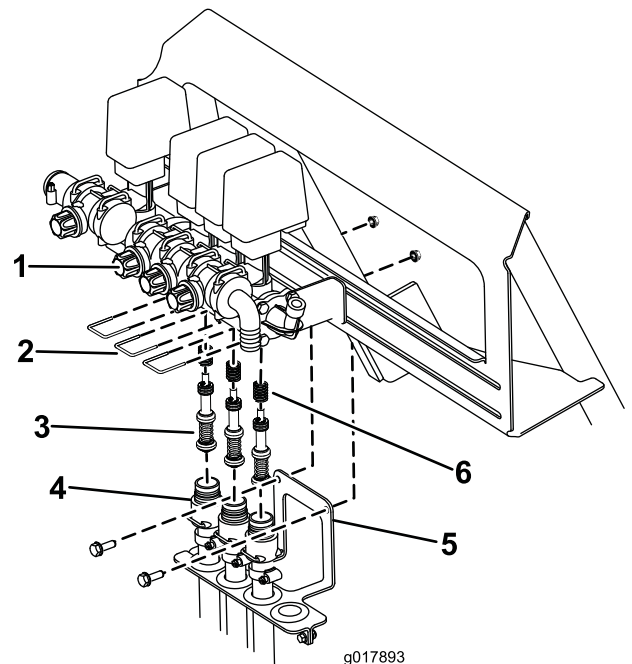

Figure 73
- B. Retirez les 3 étriers qui retiennent les sièges des vannes sur l'ensemble vannes (Figure 73).
- (Figure 73) Abaissez les flexibles pour les éloigner de l'ensemble vannes.
- D. À l'aide d'une clé Allen de 3 mm, retirez les vis de fixation des pistons dans l'ensemble vannes. Veillez à tenir compte des ressorts présents dans la vanne (Figure 73).